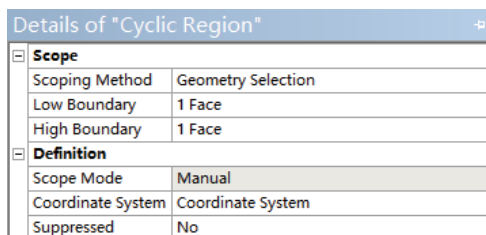

图 20-7 设置扇区
2) 单击 Cyclic Region 对象, 首先选取模型的一个侧面, 然后单击细节窗口中 Low Boundary 中的 Apply 按钮, 则将该面设置为扇区底面, 得到的细节窗口如图 20-7 所示。